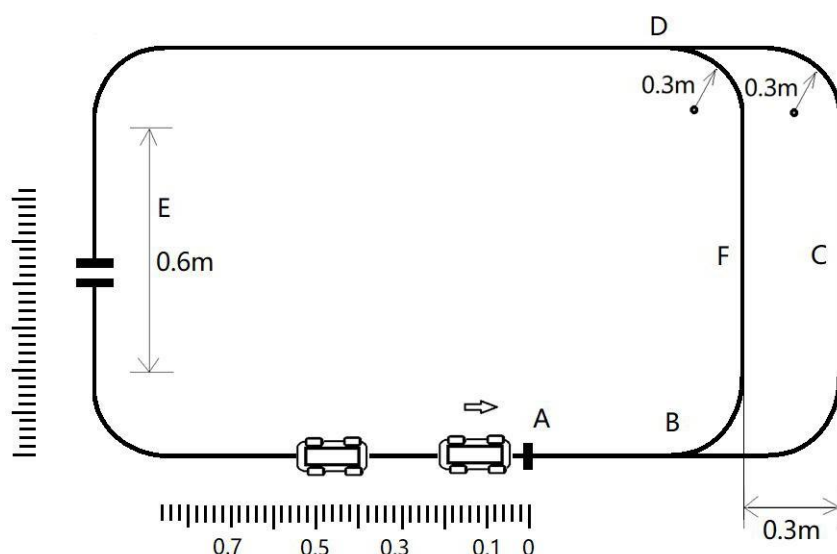

图2 行驶场地可以画出刻度
4. 为了便于测试，允许在制作行驶场地时，在路径的 E 点和 A 点的旁边画上刻度尺，如图 2 所示: